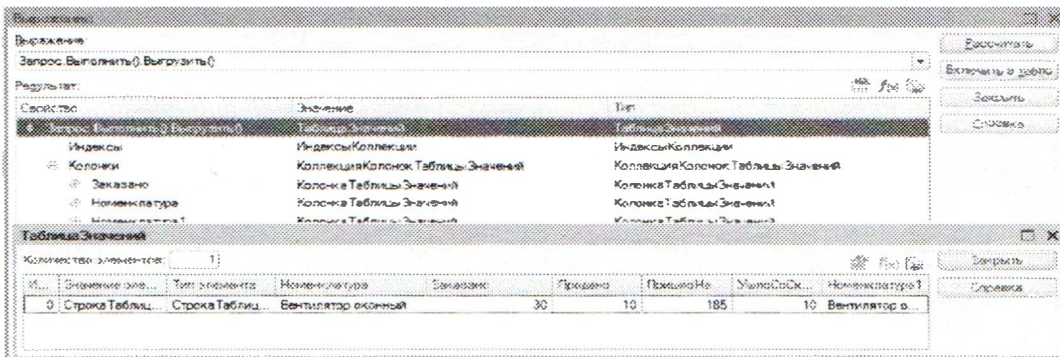

Рисунок 315
3. Поставим точку останова на методе «Запрос.Выполнить().Выгрузить()» и проанализируем «ТаблицуЗначений» (Рисунок 315).